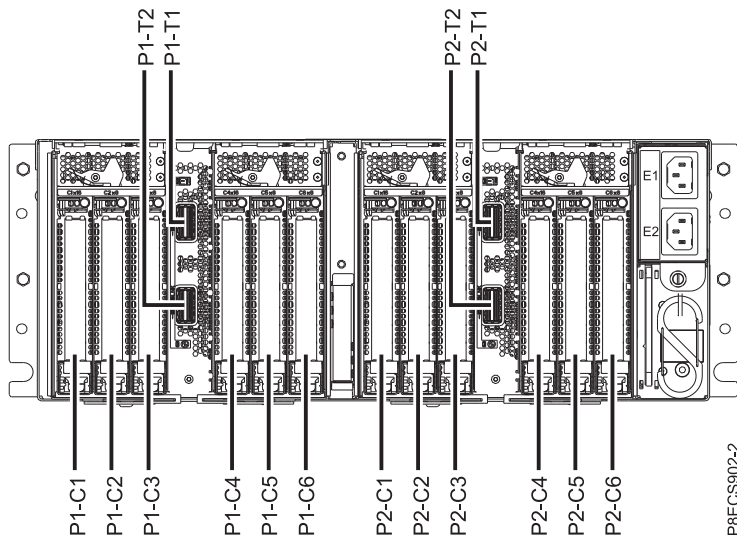

Figure 1. Emplacements de carte PCIe dans le tiroir d'extension PCIe3
2. Déterminez l'emplacement dans lequel vous souhaitez installer une carte PCIe. Voir Règles de positionnement des cartes PCIe et priorités d'emplacement pour le tiroir d'extension d'E-S PCIe Gen3. Les emplacements de carte PCIe se trouvent dans la baie du module d'E-S installée à l'arrière du tiroir d'extension PCIe3. La figure 1, à la page 2 illustre les codes d'emplacement de carte PCIe.